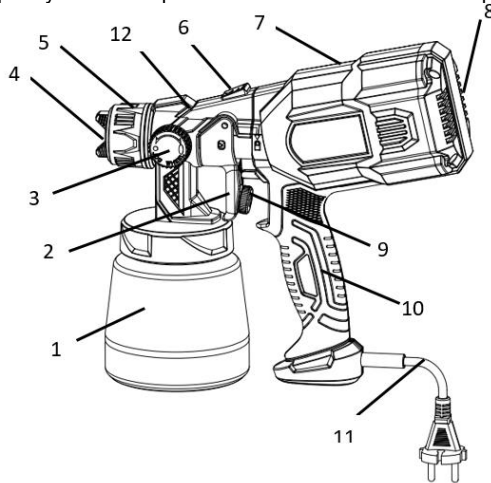

Рисунок 1
4.2 Виберіть необхідний режим роботи виробу за допомогою регулятора форми струменя (3) та регулятора обертів (9) (див. рисунок 1). Увімкнення під'єданого до електромережі виробу відбувається курковою клавішою вимикача, при натисканні якої, вмикається двигун з крильчаткою та розпилює матеріал на поверхню.